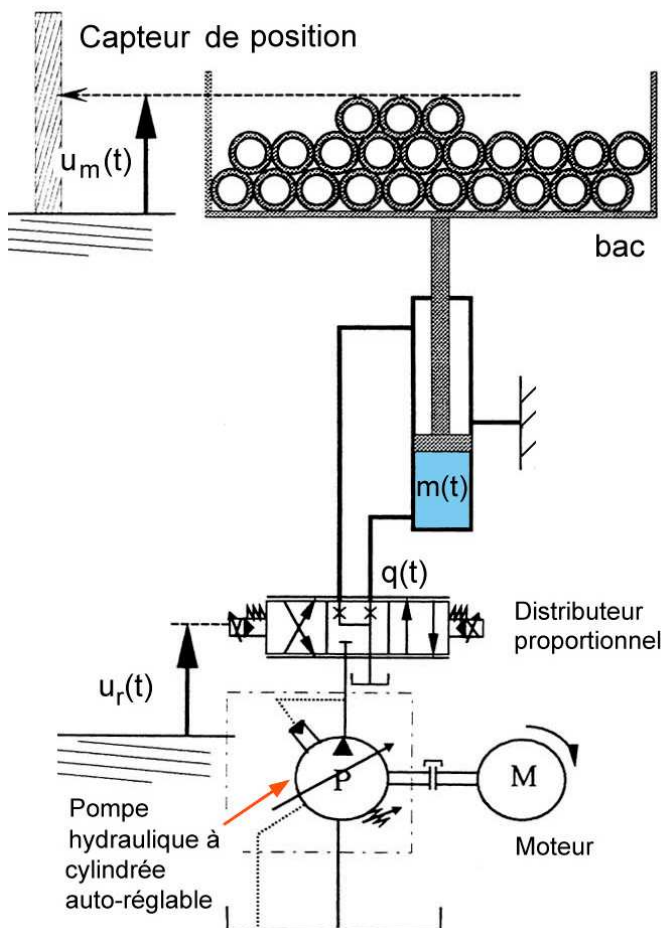

Figure 1
3. Représenter le schéma-blocs (système ouvert) avec les fonctions de transfert des constituants du système présenté sur la **figure 1**. On prendra :